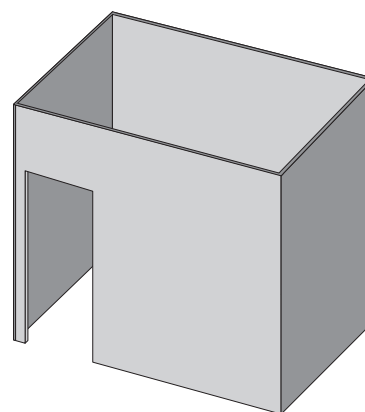

Abb. 1
- Das Gerät gilt als im Freien installiert, wenn es sich in einem Unterstand mit Wänden an drei Seiten, aber ohne Überdachung befindet. **(Abb. 1).**